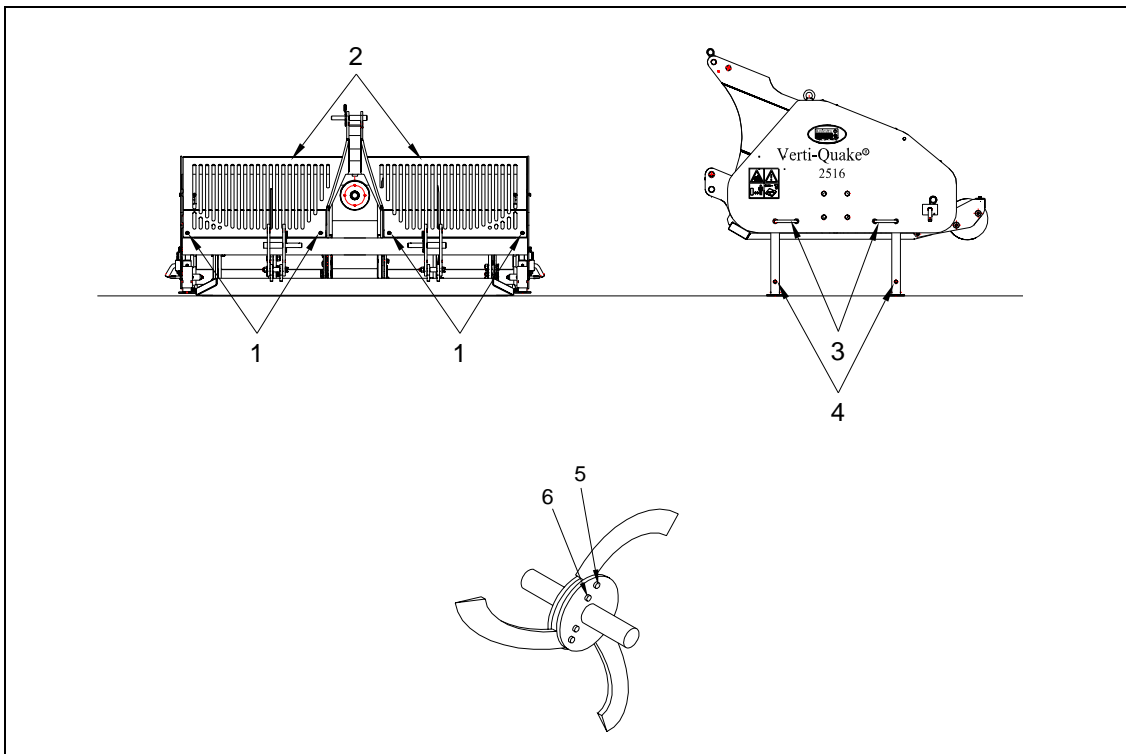

Fig. 7
1. Enlever les écoutilles 2 en dévissant les boulonner 1 et en enlevant les écoutilles. (fig. 7)
12. Fixer les écoutilles 2 et les verrouiller en serrant les boulons 1. (fig. 7)